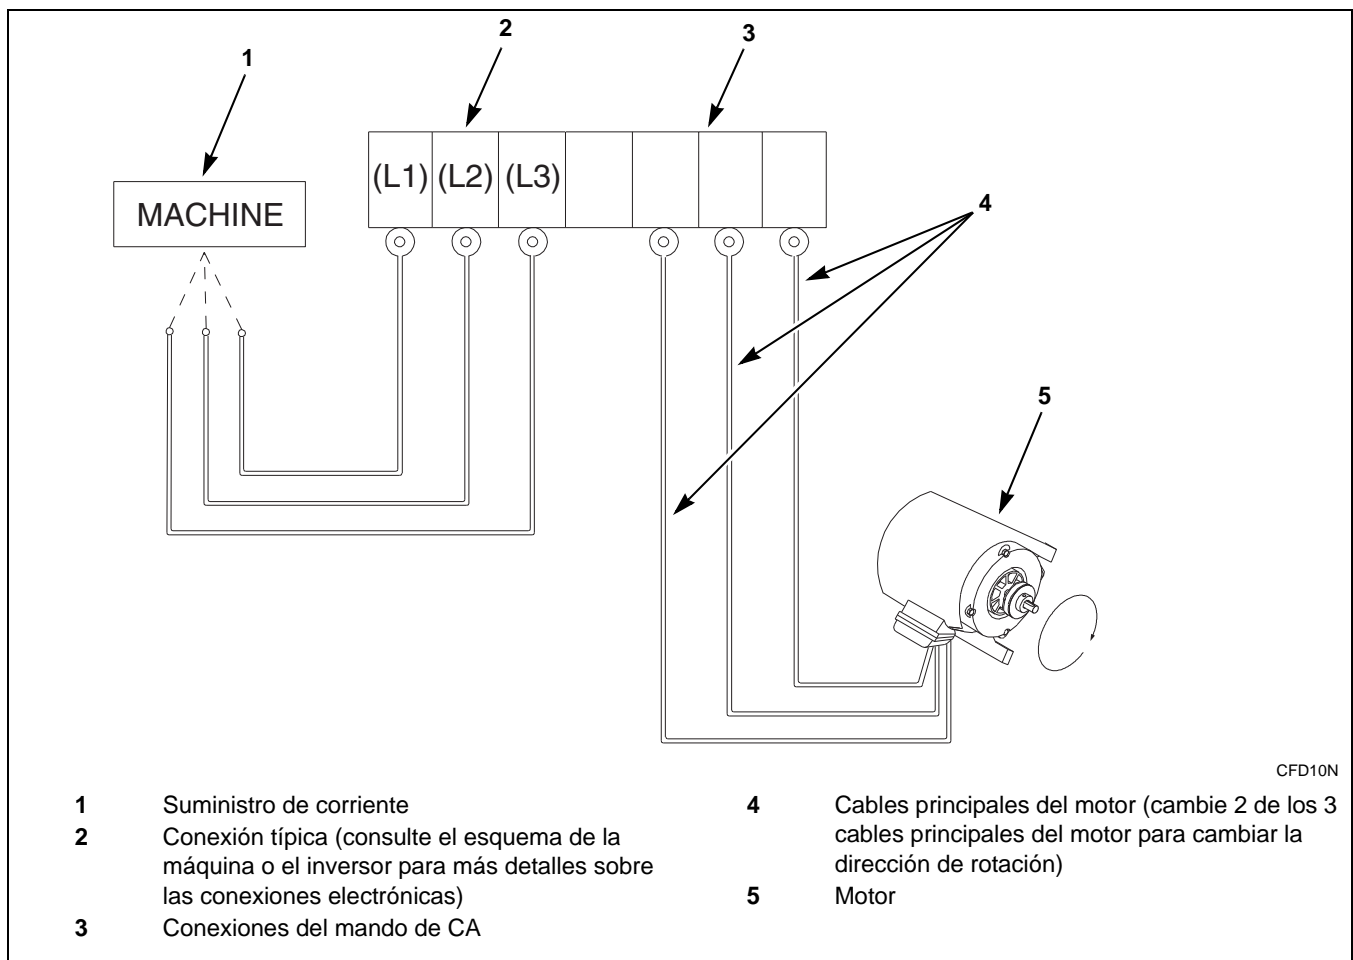

Figura 35
8. La rotación del cilindro deberá ser hacia la derecha en un paso de extracción. Si la rotación no es la correcta, desconecte la alimentación. Un eléctrico cualificado deberá invertir dos cables principales entre el mando de CA y el motor. Consulte la *Figura 35*.